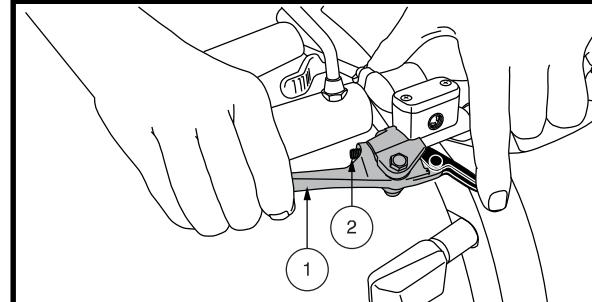

Figura 2. Palanca de freno de mano
**NOTA:** La efectividad del freno de mano, que es la rapidez con la que se detiene el vehículo al apretar la palanca del freno de mano, se puede modificar apretando o aflojando el tornillo de fijación ubicado en la palanca del freno de mano. Ver figura 2.